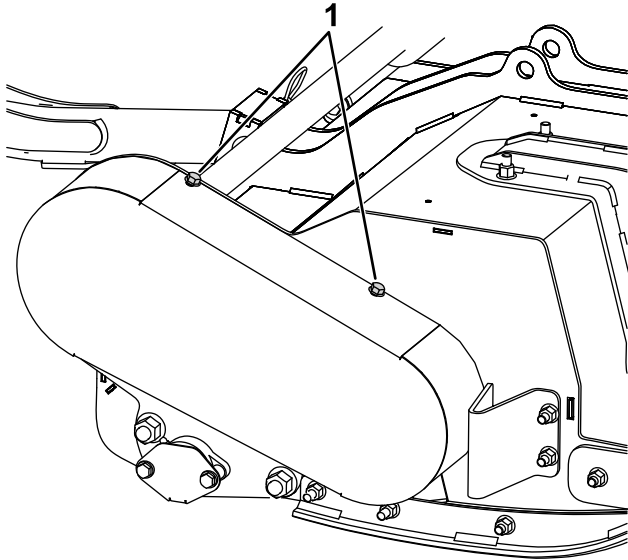

Figura 26
2. Slăbiți cele 4 uruburi captive care fixează partea superioară și inferioară a capacului curelei la maină (Figura 26).
9. Montați capacul curelei (Figura 26).
2. Îndepărtați capacul curelei (Figura 26).